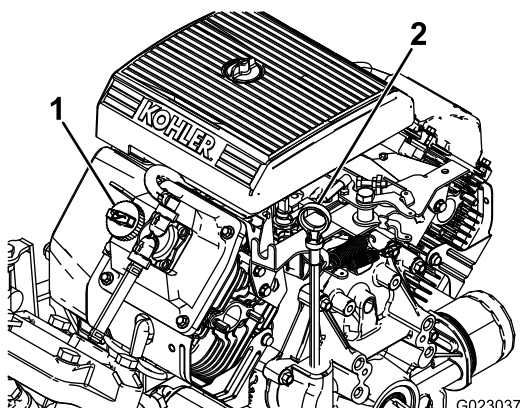

Figura 10
2. Scoateți joja și tergeți-o cu o lavetă curată (**Figura 10**).
4. Dacă nivelul uleiului este scăzut, îndepărtați capacul de umplere de pe capacul supapei (**Figura 10**) și turnați ulei în orificiu până când nivelul ajunge la marcajul complet PLIN de pe jojă; consultați **Lucrări de service cu privire la uleiul de motor (Pagină 51)** pentru tipul de ulei și vâscozitatea adecvate.